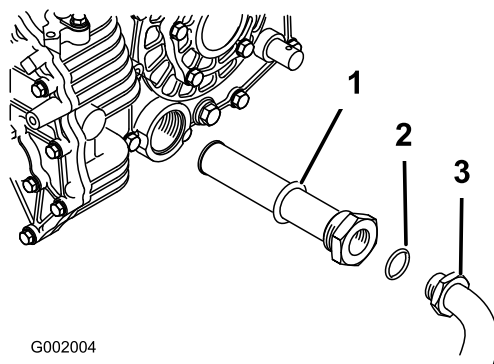

Figura 67
5. Retire o tubo do hidráulico e o conector de 90° (Figura 67).